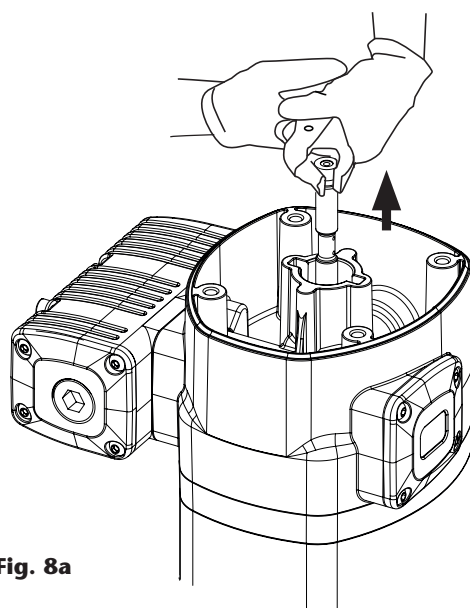
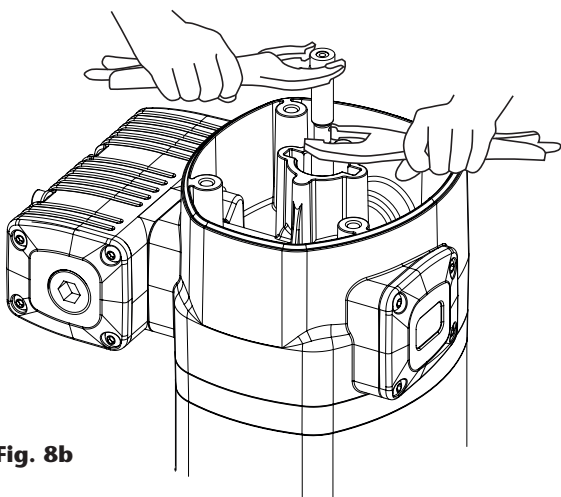

Fig. 8a
Fig. 8b
1. Unscrew the bolts (2) and remove the cap (3).
2. Unscrew the sensor sleeve (4).
3. With a manual clamp on the nut (5), pull the rod (40) outwards until its central recess appears (fig. 8a). Then, with another manual clamp, grab the rod (40) on said recess to prevent sealing surface to be damaged, and unscrew the nut (5) (fig. 8b).
4. Remove o-ring (6) and ring (7), and replace them with new ones later.
5. Unscrew the bolts (55). Pull the motor body (13) outwards to free it along with bridge (36).
6. Take away the gasket (9) and replace its seals (8) and (10).
7. Unscrew the bolts (37) and split the motor (13) from the bridge (36). Take away the washer (32) and replace the seal (8).
8. Take away the cylinder (50) while carefully holding the air piston (45). Replace the piston seal (44).
9. Reassemble in reverse order, applying thread locker in screws (37), nut (5) and sensor sleeve (4).
1. Dévisser les quatre vis (2) et retirer le couvercle (3).
2. Dévisser le bouchon de l'inverseur (4).
3. Avec une pince manuelle sur la douille de serrage (5), tirer la tige (40) vers l'extérieur jusqu'à ce qu'apparaisse son évidement central (Fig. 8a). Puis, avec une autre pince manuelle, saisir la tige (40) sur l'évidement pour prévenir les dommages sur la surface pouvant entraîner des problèmes d'étanchéité, et dévisser l'écrou (5) (fig. 8b).
4. Enlever le joint (6) et la bague (7), puis utiliser les nouvelles lors du remontage.
5. Dévisser les quatre vis (55). Retirer le moteur (13) pour libérer la tête avec la bride (36).
6. Retirer le capuchon de l'inverseur (9). Remplacer les joints (8) et (10) de ce capuchon.
7. Dévisser les cinq vis (37) et séparer le corps de moteur (13) de la bride (36). Retirer la rondelle (32) et remplacer le joint (8).
8. Retirer le cylindre (50) en tenant soigneusement le piston (45). Remplacer le joint (44) du piston.
9. Remontage dans l'ordre inverse, Application frein filet sur les vis (37), la douille de serrage (5) et le bouchon de l'inverseur (4).
1. Desenrosque los cuatro tornillos (2) y quite la tapa (3).
2. Desenrosque el tapón inversor (4).
3. Con ayuda de una mordaza manual sobre el casquillo (5), tire hacia fuera del vástago (40) hasta que aparezca su rebaje central (fig. 8a). Después, con otra mordaza manual agarre el vástago (40) en dicha zona rebajada central para no dañar la superficie destinada al sellado y desenrosque el casquillo (5) (fig. 8b).
4. Deseche la tórica (6) y el aro (7), y use otros nuevos posteriormente al volver a montar.
5. Desenrosque los cuatro tornillos (55). Tire hacia arriba del cabezal motor (13) hasta liberarlo junto con la brida (36).
6. Quite el casquillo inversor (9). Sustituya las juntas (8) y (10) de este casquillo.
7. Desenrosque los cinco tornillos (37) y separe el cuerpo motor (13) de la brida (36). Extraiga la arandela (32) y sustituya la junta (8).
8. Retire el cilindro (50) sujetando con cuidado el émbolo (45). Sustituye la junta (44) de dicho émbolo.
9. Vuelva a montar el conjunto en sentido inverso, aplicando fijador de rosca en los tornillos (37), casquillo (5) y tapón inversor (4).